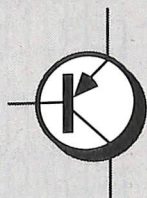

Figura 1
3. In Figura 1 è rappresentato il simbolo di: